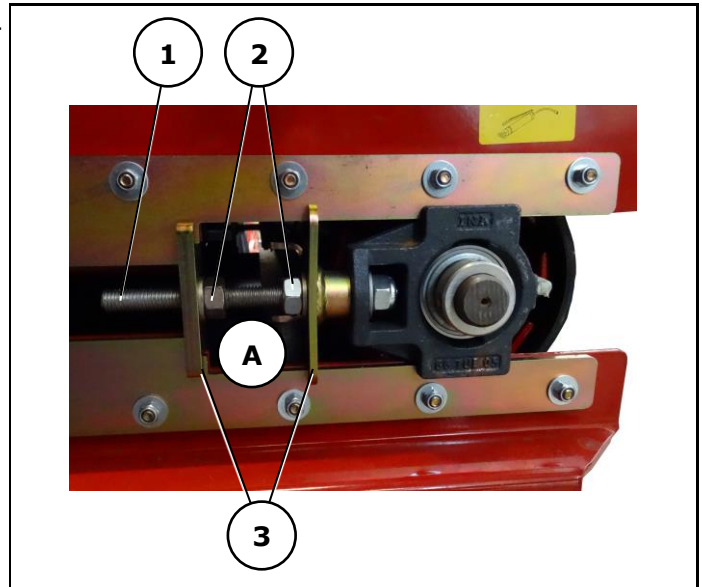

Abb. 9-77
- Läuft das Förderband schief oder schleift es am Rahmen, über die Spanschrauben (Abb. 9-77) gerade ausrichten.